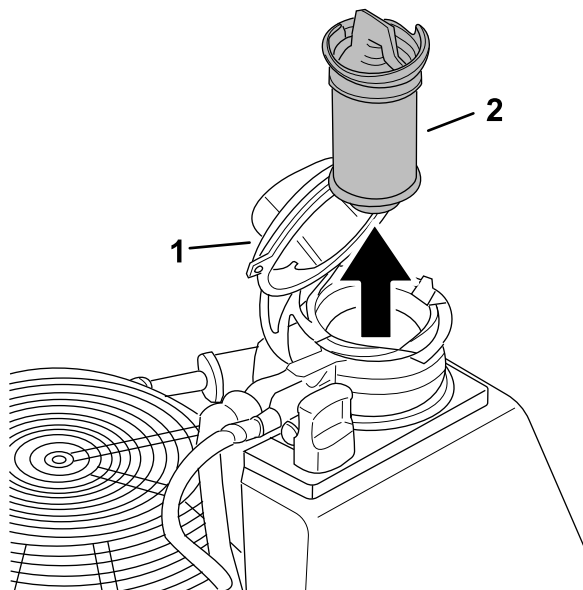

**Figure 47**
6. Placez un bac de vidange sous la vanne de vidange (Figure 47).